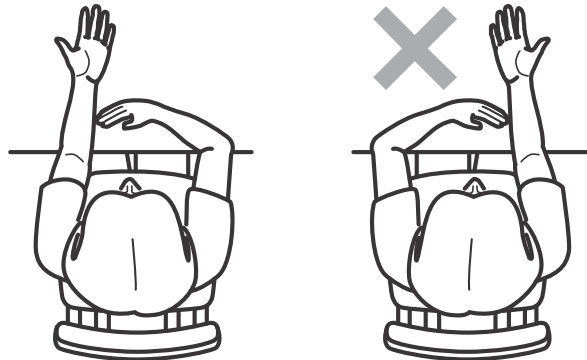

Abb. 3
8.4.3. Nehmen Sie eine bequeme Haltung auf dem Stuhl, dem Sessel oder dem Sofa ein. Entspannen Sie sich, nehmen Sie Ihre Uhr oder Ihren Arschmuck vom linken Handgelenk, krepeln Sie, falls nötig den Ärmel hoch (Abb. 3).